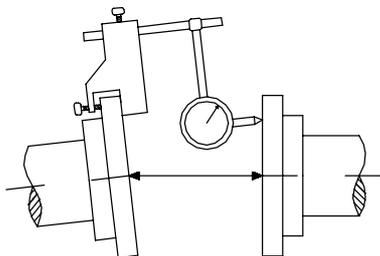

Fig. 1
- montare l'indicatore a orologio su uno dei semigiunti e posizionare il tastatore a contatto con la faccia dell'altro semigiunto (fig. 1);